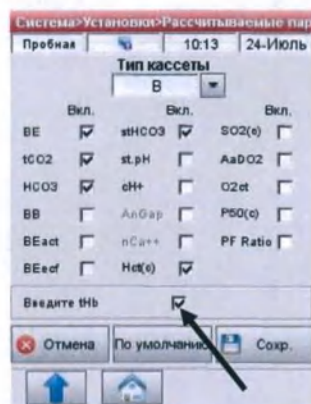

Рис.3-31 Введите значение tHb
- По умолчанию prompt включен (Рис. 3-31). Когда prompt выключен, анализатор использует значения по умолчанию для следующих рассчитываемых параметров: BE (Base Excess), BEact (Base excess actual), st.pH (standard pH) и st. HCO₃- (standard bicarbonate).